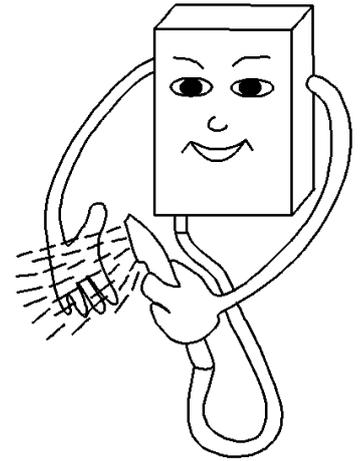

Fig.9
- Prima di fare la doccia, verificare la temperatura dell'acqua con la mano, per evitare scottature (Fig. 9).